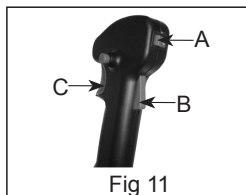

Fig 11
- Placez l'interrupteur Marche/Arrêt « A » en position Marche, O/I sur I (fig. 11).
- Relâchez la gâchette de commande d'accélérateur « C » Fig 11.
- Mettez l'interrupteur Marche/Arrêt vers la position Stop, O/I sur O (Fig 11)